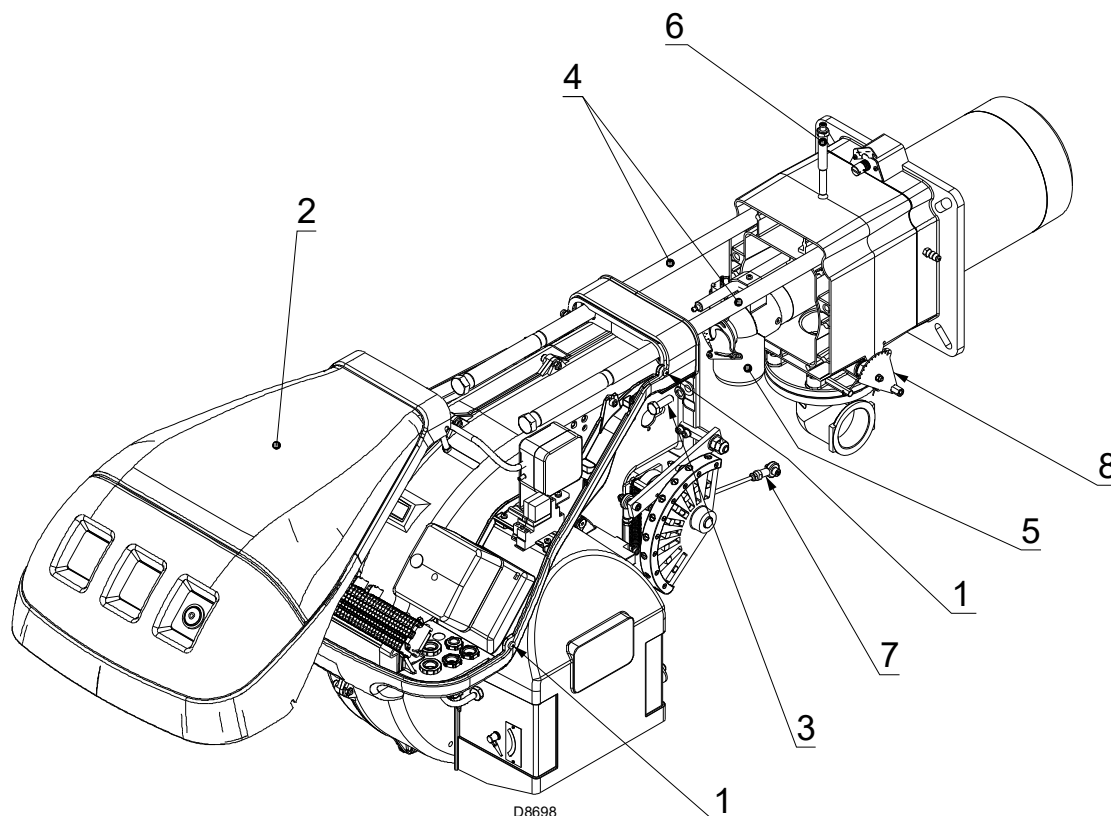

Fig. 39
- Aflojar los tornillos 1) y quitar la tapa 2)(Fig. 39);
- desenganchar la articulación 7) del sector graduado 8)(Fig. 39);
Ahora es posible extraer el distribuidor de gas 5), después de haber desenroscado el tornillo 6)(Fig. 39).
- volver a introducir los tornillos 3)(Fig. 39) y tirar suavemente hacia afuera de los cables de sonda y electrodo, hasta tensarlos levemente;
- volver a enganchar la articulación 7) en el sector graduado 8)(Fig. 39);
- desmontar los dos alargadores de las guías 4)(Fig. 39).